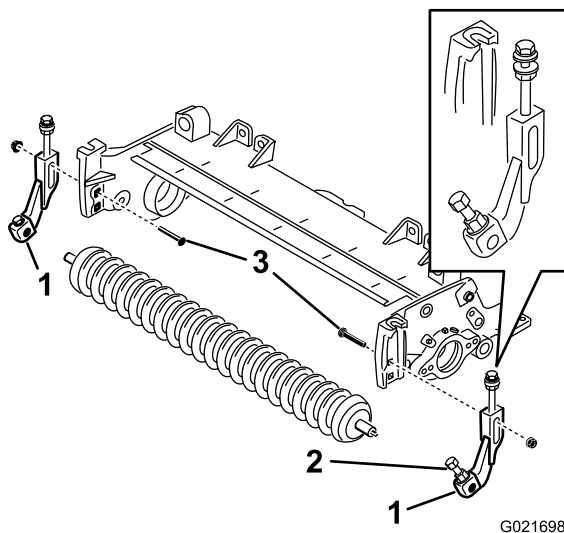

Bild 6
11. Befestigen Sie die neuen rechten und linken Schnitthöhenhalterungen lose mit neuen Schrauben (5/16" x 1-1/8") und Bundmuttern (5/16") an der vorhandenen Frontrolle. Positionieren Sie die Schnitthöhenhalterungen, wie in Bild 6 dargestellt.
12. Montieren Sie die Schnitthöhenhalterungen lose mit den vorher entfernten Schlossschrauben und zwei neuen Bundmuttern (3/8") im oberen rechteckigen Loch in jeder Seitenplatte des Mähwerks. Positionieren Sie sie so, wie in Bild 6 abgebildet.
14. Zentrieren Sie die Rolle zwischen den Schnitthöhenhalterungen und arretieren Sie sie mit den Schrauben und Sicherungsmuttern an den Halterungen (Bild 6).